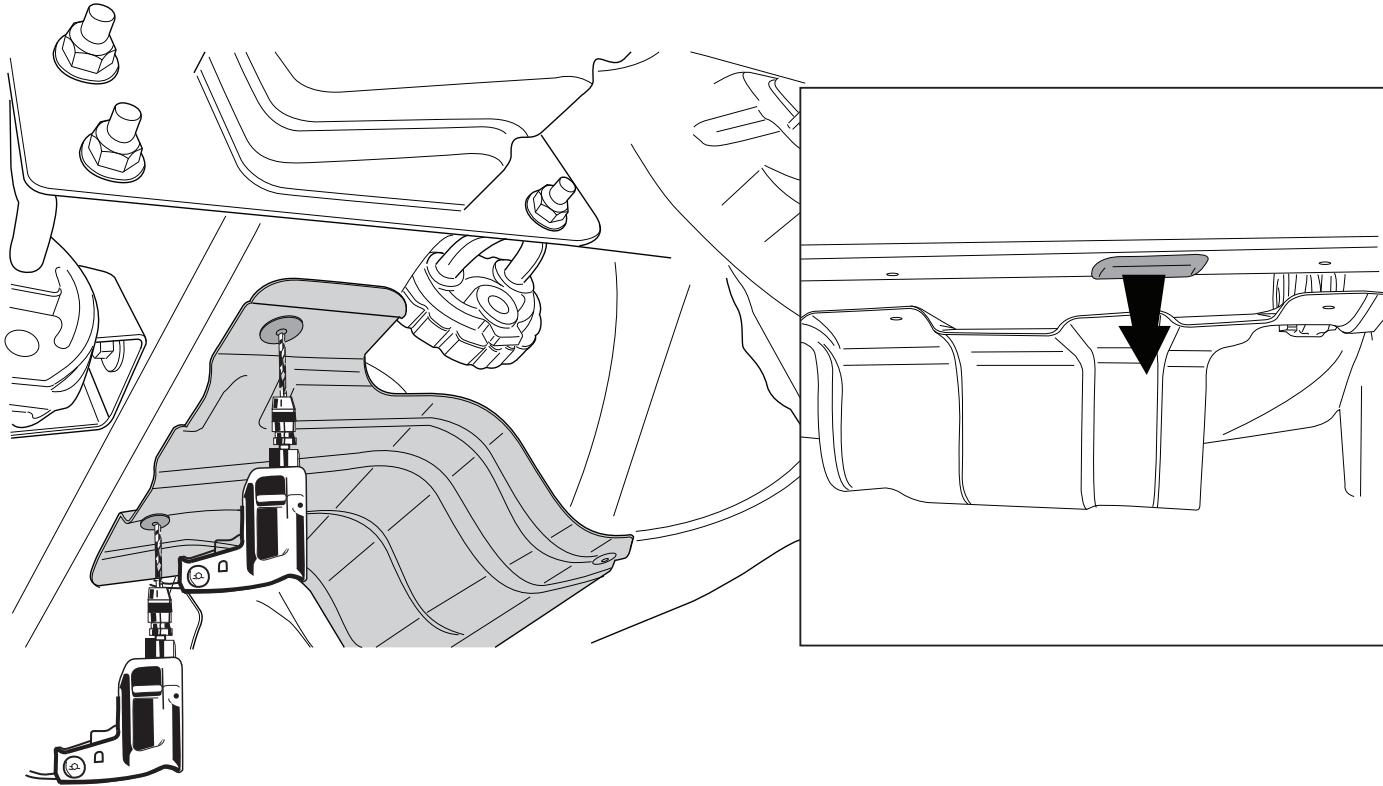

Fig.2
(См. рисунок 2).
- Удалить резиновые пробки в указанных точках (см. рис. 2).